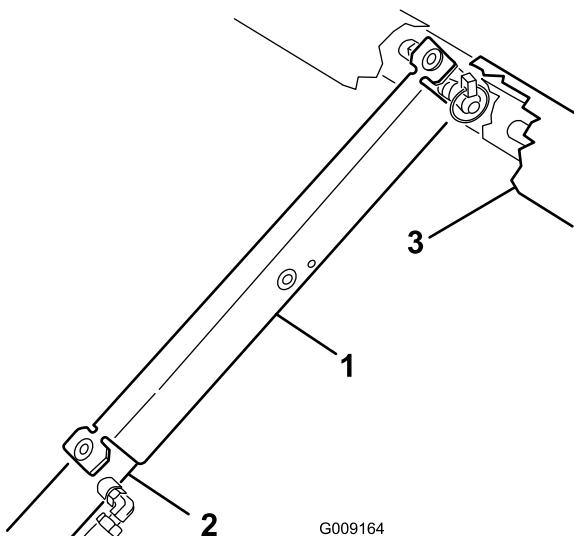

Figura 3
- C. Introduza o suporte do depósito do pulverizador na haste do cilindro, assegurando que as linguetas encostam à extremidade do cilindro e à extremidade da haste do cilindro (Figura 3).
1. Empurre o depósito do pulverizador da barra do cilindro e retire o suporte (Figura 3).